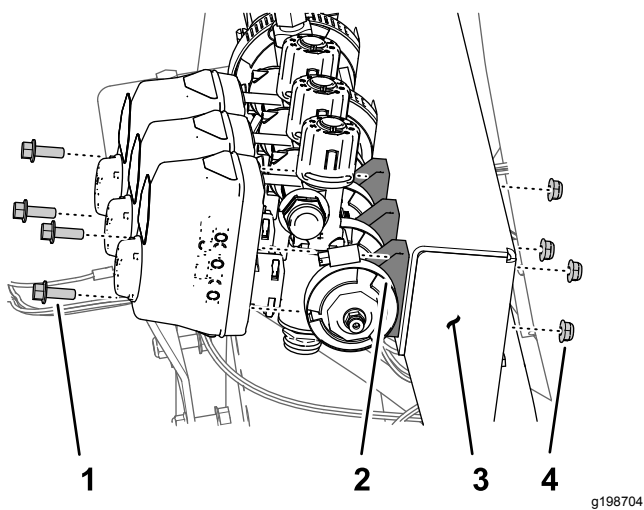

図 68
1. 左側ブームバルブをマニホールドマウントに固定しているフランジヘッドボルト $\frac{1}{4} \times \frac{3}{4}$ " 2本とロックナット $\frac{1}{4}$ "2個を取り外す 図 68。
2. 右側ブームバルブをマニホールドマウントに固定しているフランジヘッドボルト $\frac{1}{4} \times \frac{3}{4}$ " 2本とロックナット $\frac{1}{4}$ " 2個を取り外す 図 68。
3. 左側ブームバルブのフランジ部をアダプタに固定しているフランジクランプ 40-64 mmとガスケット 25 x 35 mmを取り外す 図 68。